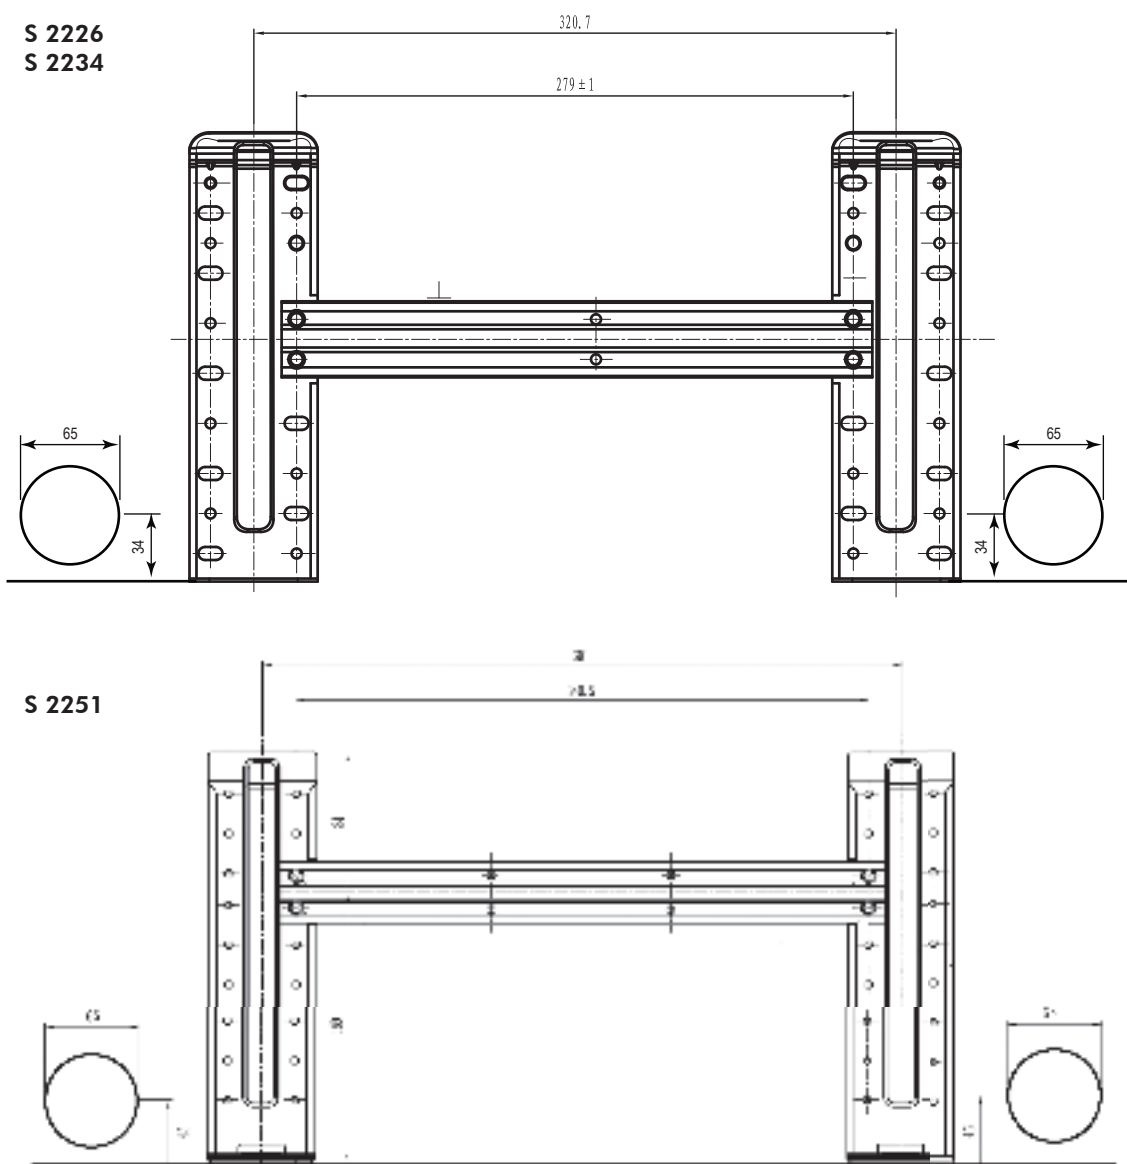

Ilustración 9
- Determine la posición del orificio de acuerdo con el diagrama indicado en la fig. 9. Practique un orificio de ( $\geq 85$  mm para los modelos SC 22xx /  $\geq 65$  mm para los modelos S 22xx) en dirección